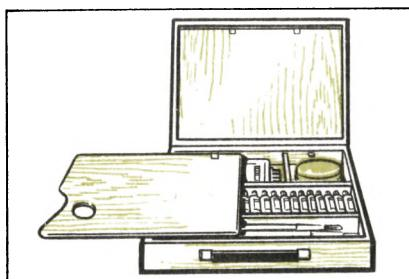

Рис. 27. Этюдник обычный
**Этюдник обычный** (рис. 27) — это неглубокий ящик с крышкой. На внутренней стороне крышки имеются пазы для одного или двух фанерных вкладышей-планшетов с прикрепленными к ним холстами и грунтованным картоном.